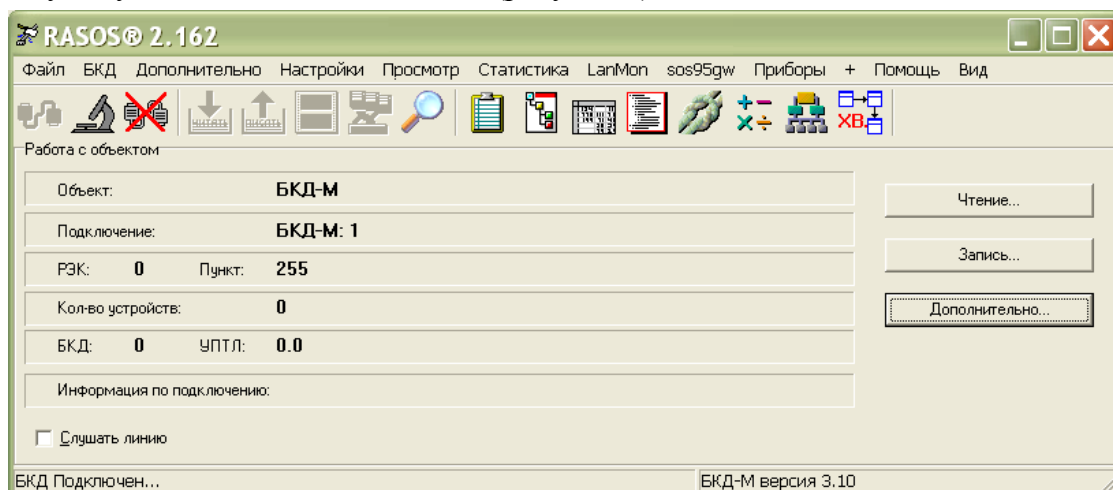

Рисунок 9
Выполнить подключение к блоку командой «БКД \ Подключение». Откроется окно, в котором будет указано «БКД-подключен» (рисунок 9).
- 2) Подключиться программой RASOS к блоку БКД-М (рисунок 9).